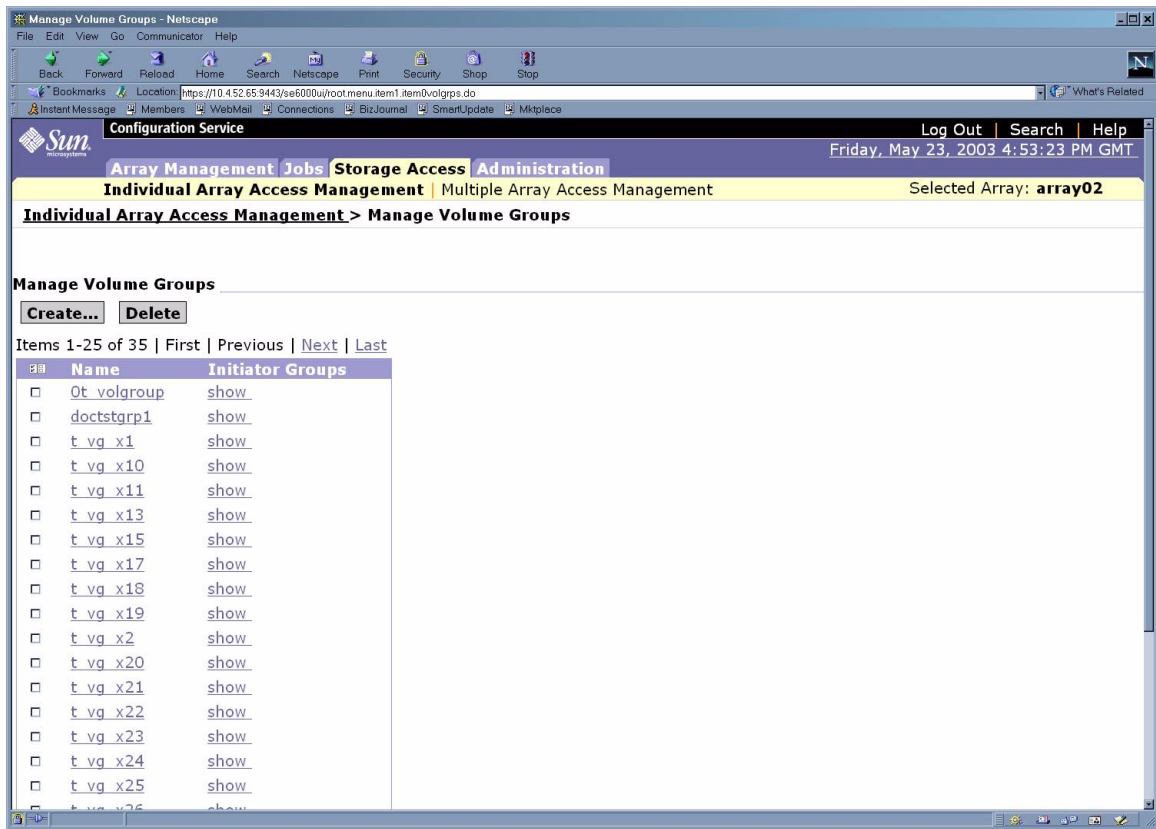

図 6-38 「ストレージアクセス - ボリュームグループの管理」 ページ
6. アレイ名の横のラジオボタンをクリックして、「ボリュームグループの管理」をクリックします。図 6-38 に示すような「ボリュームグループの管理」ページが表示されます。